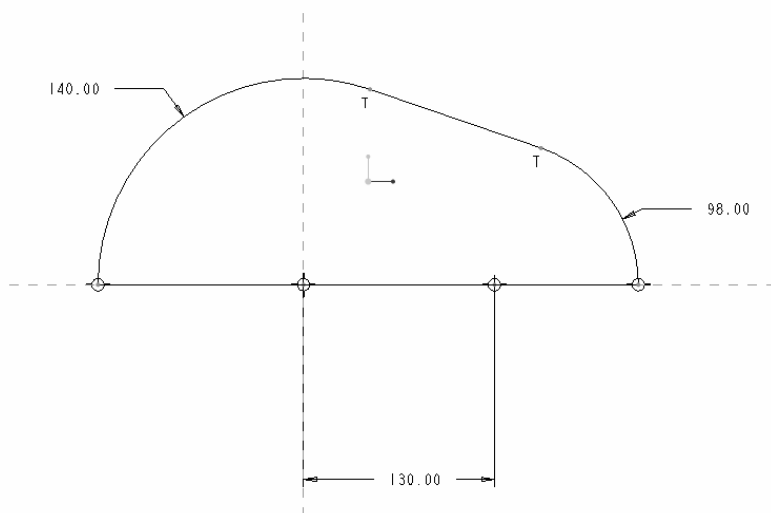
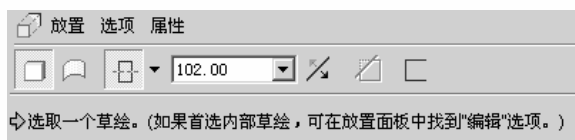

图 4.3.8 绘制拉伸截面
图 4.3.9 设置拉伸参数
(3) 用【草图工具】工具栏中的草绘按钮绘制如图 4.3.8 所示的截面，然后单击【草图工具】工具栏中的 按钮完成截面绘制。在如图 4.3.9 所示的拉伸特征操控板上单击 按钮，设定要创建的拉伸特征关于草绘平面对称，然后在编辑框中输入拉伸深度为“102”，单击 按钮完成拉伸创建，拉伸的效果如图 4.3.10 所示。